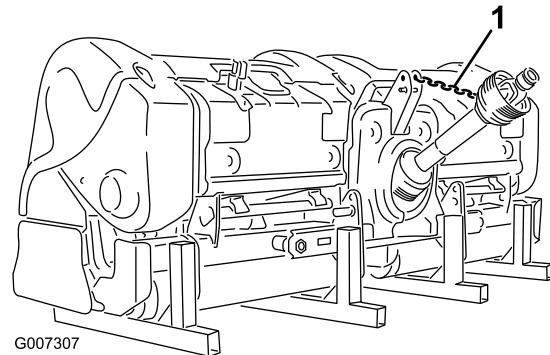

図 44
12. PTO シャフトが地面に落ちないように PTO の保管ひもを PTO シールドにつなぐ 図 44。